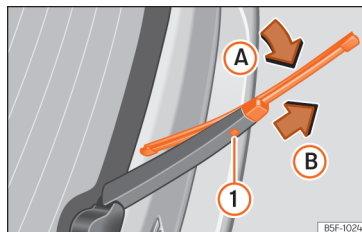

Fig. 44 Sostituzione della spazzola del lunotto posteriore.
- Ruotare leggermente la spazzola » fig. 44 (freccia A).
- Tenere premuto il tasto di sblocco ❶ e tirare delicatamente la spazzola nella direzione indicata dalla freccia B.
- Inserire nel braccio tergilunotto una nuova spazzola **della stessa lunghezza e dello stesso tipo**, in direzione opposta a quella indicata dalla freccia B fino all'incastro del tasto ❶.